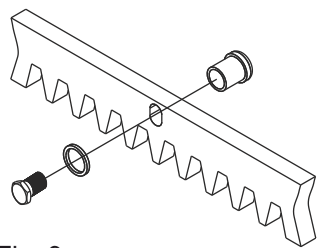

Fig. 9
- 5.2. Fixez les cliquets de support à chaque élément de crémaillère à l'aide des vis de blocage correspondantes, en faisant attention à les positionner dans la partie supérieure de la fente - Fig. 9